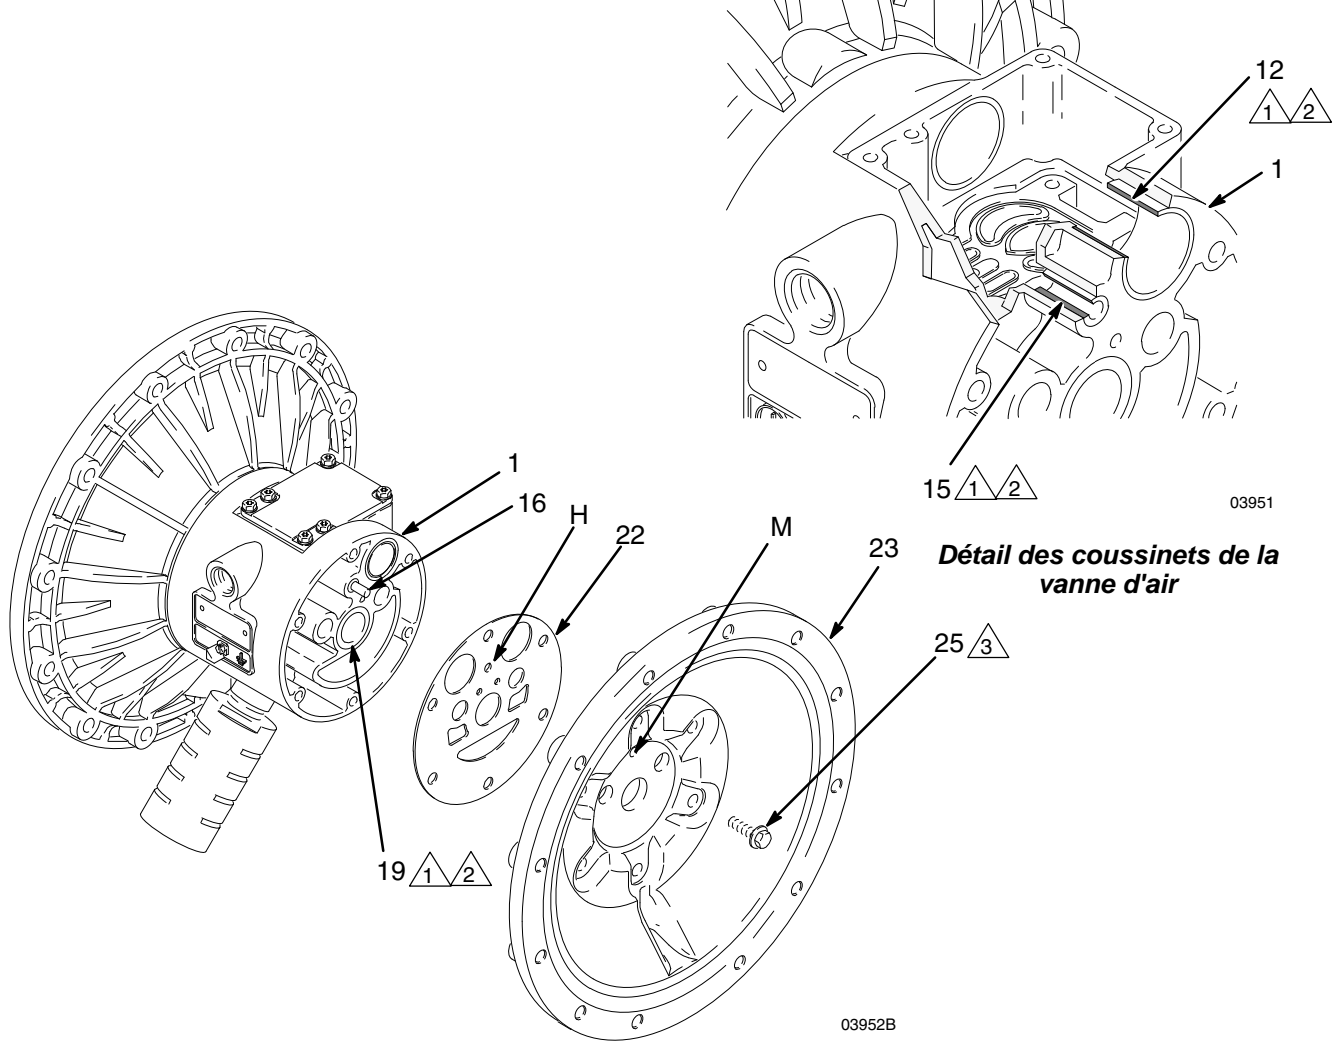

FIG. 13
5. Retirez les vis (25) maintenant les capots à air (23) sur le boîtier central (1) à l'aide d'une clé à douilles de 10 mm. Consultez FIG. 13.
6. Retirez les joints (22) des capots à air. Remplacez toujours les joints par des éléments neufs.
7. Utilisez un extracteur de coussinet pour retirer les coussinets (19) de l'axe de membrane, les coussinets (12) de la vanne d'air ou les coussinets (15) de l'axe de commande. n'enlevez pas les coussinets intacts.
1. S'ils ont été retirés, placez les joints en coupelle (402*) de l'axe de sorte que les lèvres soient tournées vers *l'extérieur* du boîtier (1).
2. Les coussinets (19, 12 et 15) sont cintrés et ne peuvent être installés que dans un sens. Insérez les coussinets dans le boîtier central (1), **extrémité cintrée en premier**. Emmanchez le coussinet de sorte qu'il soit encastré dans la surface du boîtier central en utilisant une presse ou un bloc et un maillet en caoutchouc.
4. Placez le nouveau joint (22) de capot à air de sorte que l'axe de commande (16) dépassant du boîtier central (1) s'insère exactement dans l'orifice (H) adéquat du joint.
5. Alignez le capot à air (23) de sorte que l'axe de commande (16) entre dans l'orifice intermédiaire (M) parmi les trois petits orifices proches du centre du capot. Installez les vis (25) et serrez-les à la main. Consultez FIG. 13. Serrez les vis à l'opposé et de manière uniforme à un couple de 14 à 17 N•m (de 120 à 150 po-lb) à l'aide d'une clé à douilles de 10 mm.